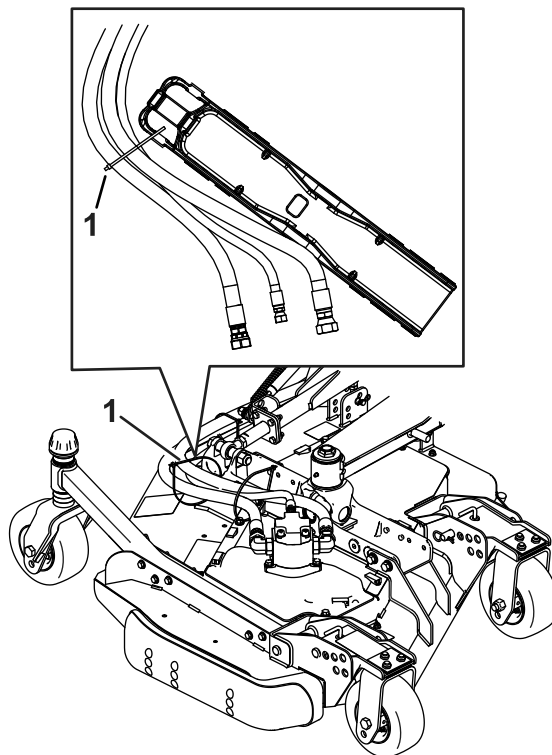

**Figur 4**
9. Montera skruvarna som fäster däckfästet vid klippenheten (Figur 3 och Figur 4), och dra åt till 102 Nm.